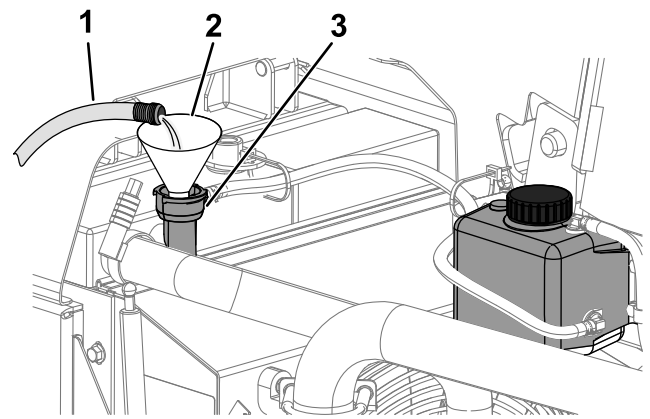

Figura 108
- B. Llene el radiador con agua limpia (Figura 108).